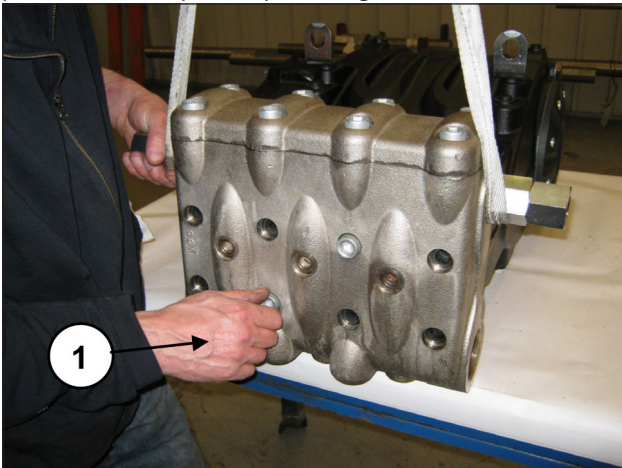
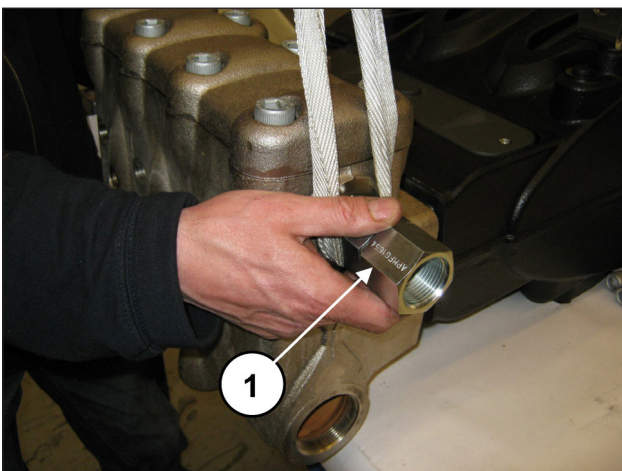

Fig. 111
Fig. 112
Agora é possível retirar o cabeçote do cárter da bomba desapertando os 8 parafusos M16x180 (pos. ①, Fig. 111). Durante a desmontagem do cabeçote, preste atenção especial para não bater os pistões (pos. ①, Fig. 112).